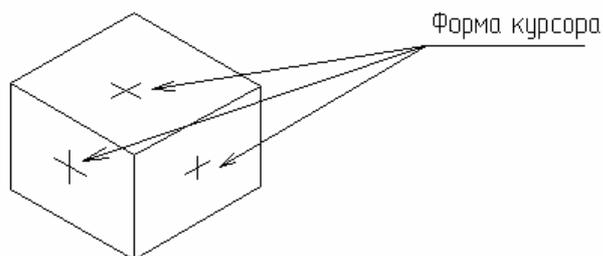

Рис. 23. Форма курсора на аксонометрических плоскостях
- переключение формы курсора осуществляется клавишей **F5**. Каждое из трех состояний курсора позволяет строить изображения на одной из аксонометрических плоскостей (рис. 23).
- включим команду **Отрезок**, установим клавишей **F5** форму курсора, как на верхней грани параллелепипеда на рис. 23 и построим оси **X** и **Y** произвольной длины (режим **ОРТО** включен);